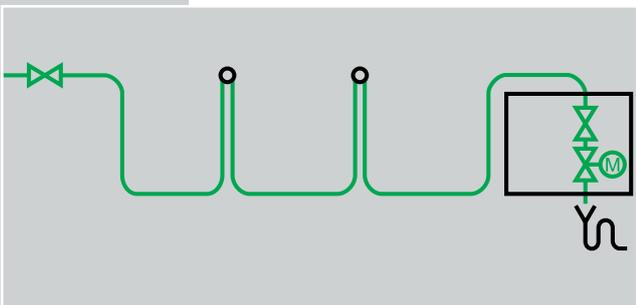

Abb. 15 Reihenleitungs-Installation – Hauptverbraucher am Ende
- In Reihenleitungen ist ein Hauptverbraucher am Ende zu platzieren (Abb. 15).